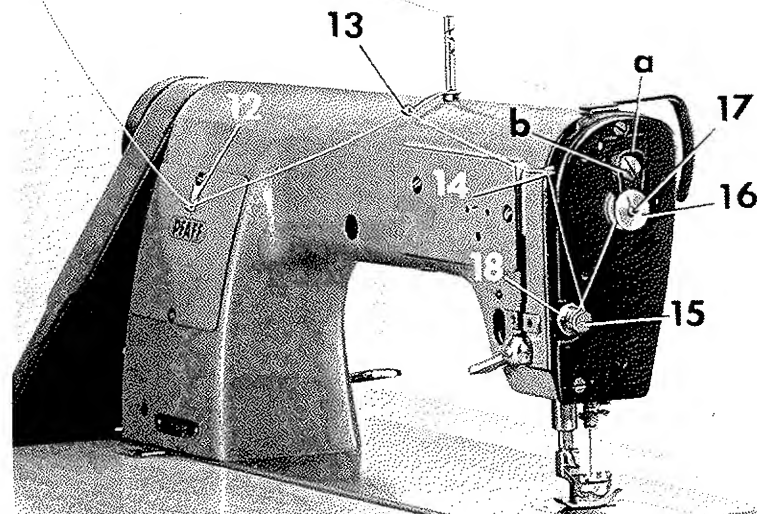

Fig. 5
Die Füllmenge der Spule kann nach Lösen der Befestigungsschraube b durch Verändern der Höheneinstellung des Schaltknockens a korrigiert werden. An der Rändelscheibe (18) wird durch Linksdrehen die Fadenspannung fester bzw. durch Rechtsdrehen loser (siehe Fig. 5).
Lead the thread from the spool down and through thread guides 12, 13 and 14 and clockwise around thread tension 15. Place bobbin 16 on spindle 17 and wind a few turns on it, again in a clockwise direction. The bobbin winder is engaged while the machine is running by depressing stop latch a. The amount of thread to be wound on the bobbin can be regulated by loosening screw b and setting cam a higher or lower, as may be required. The thread tension is regulated by turning thumb nut 18 clockwise for a tighter tension or counter-clockwise for a tighter tension (Fig. 5).
Pour augmenter la prétension, tourner le disque moleté **18** vers la gauche; le tourner vers la droite pour réduire la tension du fil (fig. 5).
La cantidad de hilo que debe bobinarse puede regularse, después de aflojar el tornillo de fijación **b**, variando el ajuste vertical de la leva de mando **a**. Girando el disco moleteado (**18**) a la izquierda, la tensión del hilo aumenta; girándolo a la derecha, dicha tensión disminuye (véase fig. 5).
Girando il disco zigrinato (**18**), verso sinistra o verso destra, rispettivamente aumenta o diminuisce la tensione del filo (vedi fig. 5).